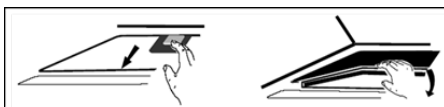

рис. 6.2
2. Снимите алюминиевый фильтр (рис. 6.2).